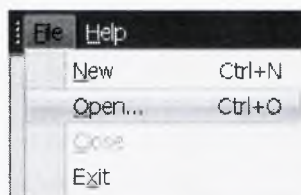

Рисунок 72
– либо выбрав **Открыть** в меню **Файл**: (см. рисунок 72);